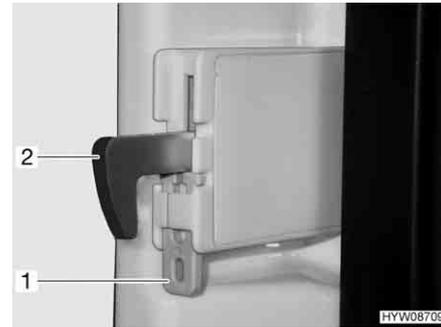

Fig. 198 Fissaggio del gancio di bloccaggio
**Fissaggio del gancio di bloccaggio:** ■ Spingere il dispositivo di fissaggio (Fig. 198,1) verso l'alto. Spingere il gancio di bloccaggio (Fig. 198,2) verso l'alto, disinserendolo.
**Sblocco del gancio di bloccaggio:** ■ Spingere il gancio di bloccaggio (Fig. 198,2) verso il basso. Il gancio di bloccaggio è di nuovo inserito.